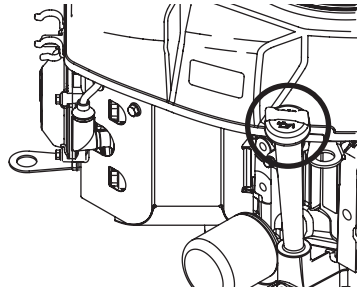

Figura 7
1. Limpie alrededor del tapón de la varilla y el tubo con un paño limpio para eliminar los residuos. (Figura 7).